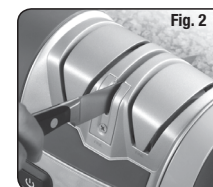

Fig. 2
2. En commençant par le talon de la lame, tirez sur cette dernière à travers les pierres de céramique croisées tout en appliquant une légère pression vers le bas (jamais d'avant en arrière). Soulevez-la en fin de course pour en aiguiser son extrémité (figure 2).